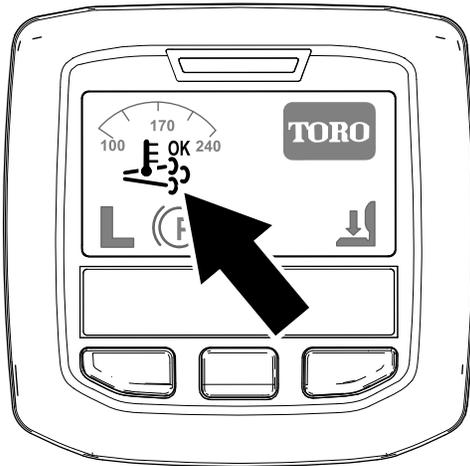

Figure 28
- L'icône de régénération assistée/commandée s'affiche dans l'InfoCenter (Figure 28).